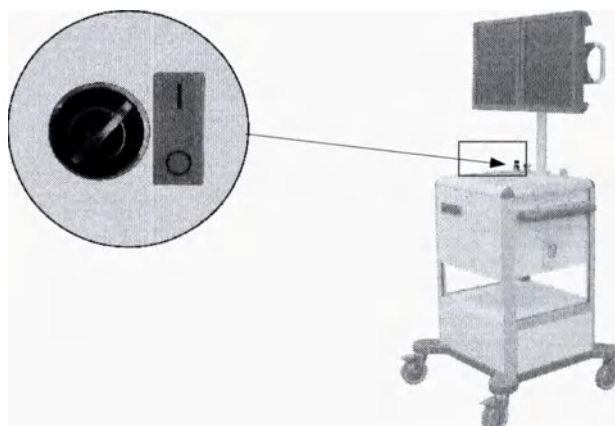

Рисунок 35
8.1.5 Включите стойку с мониторами при помощи кнопки включения/выключения (ON/OFF) (см. рисунок 35). При этом загорится светодиод кнопки ON/OFF на панели управления.